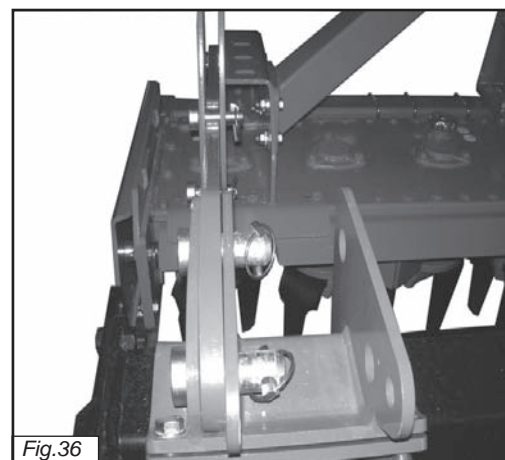

Fig.36
- 3) Verificare la perpendicolarità tra il braccio di attacco del rullo ed il corpo macchina. (fig.36)
- 3) Vérifier la perpendicularité entre le bras d'attelage du rouleau et la machine (Fig.36)